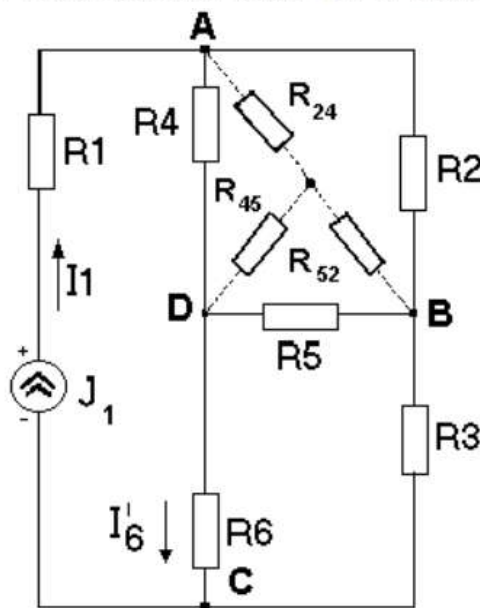
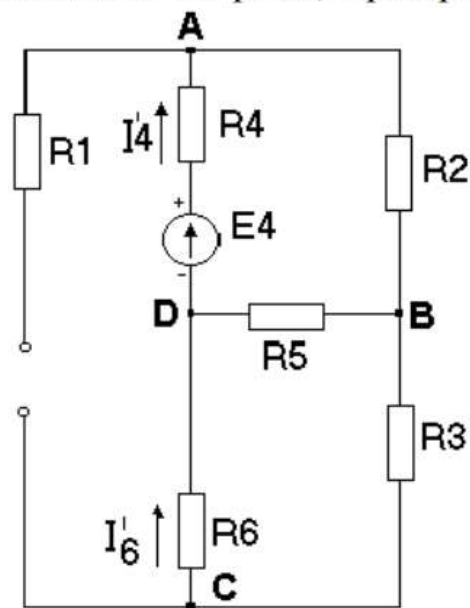

рис. 8
рис. 9
8. Метод наложения. Определим один из токов, например ток  $I_6$ , методом наложения. Для этого в цепи оставляем один из источников электрической энергии и определяем составляющую тока  $I_6$ , вызванную этим источником. Затем оставляем в цепи другой источник электрической энергии и также определяем составляющую тока  $I_6$  вызванную данным источником и т. д. Истинное значение тока  $I_6$  будет равно алгебраической сумме всех составляющих, вызванных каждым источником электрической энергии отдельно. Для определения отдельных составляющих тока  $I_6$  рассмотрим три цепи, каждая из которых содержит только один источник:  $J_1 = 2(\text{А})$  (см. рис. 8),  $E_4 = 35(\text{В})$  (рис.9) и  $E_6 = 45(\text{В})$ . Сопротивление идеального источника напряжения равно нулю, а идеального источника тока - бесконечности.
Для нахождения тока  $I_6$  в цепи, показанной на рис.8, преобразуем
Для определения тока I6 в схеме, показанной на рис.9 сначала находим ток I4 источника напряжения E4: